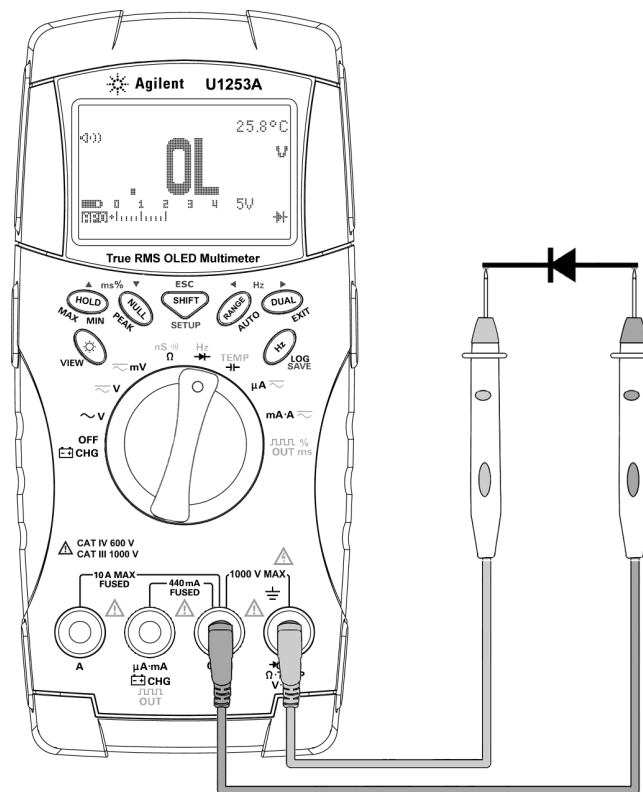

Abbildung 2-11 Messen der Sperrvorspannung einer Diode
- 5 Tauschen Sie die Messleitungen aus und messen Sie die Spannung innerhalb der Diode nochmals (siehe Abbildung 2-11 auf Seite 47). Bewerten Sie die Diode gemäß den folgenden Richtlinien: